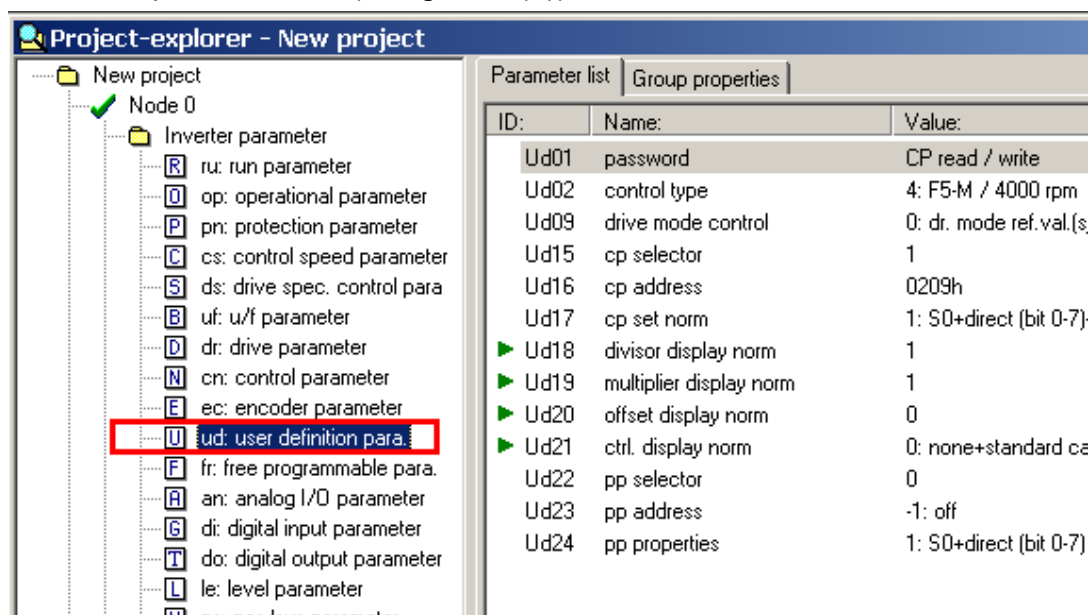

Fig 5.2.3(1) Choose parameter ud
A. Choose parameter ud (as fig 5.2.3(1)).